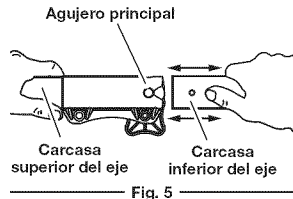

Fig. 5
3. Mientras sostiene la caja del eje superior con firmeza, hale en línea recta y hacia afuera la cubierta inferior del eje del acoplador Convertible™ (Fig. 5).
2. Mientras sostiene el accesorio con firmeza, introdúzcalo directamente en el acoplador Convertible™ (Fig. 5).